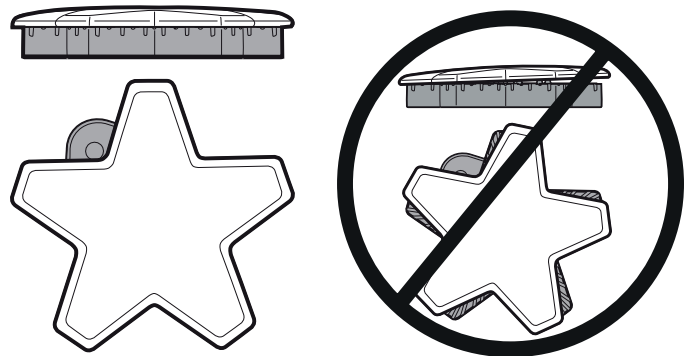

Figura 13: Tapa de quemador colocado correctamente
- Compruebe cada quemador para asegurarse de que no hay espacio entre la tapa y la base del quemador. Vea *Figura 13* para ejemplos de tapa de quemador instalada correctamente e incorrectamente.
- Puede intentar mover con cuidado las tapas de los quemadores lateralmente para asegurarse de que estén colocadas correctamente en su base. Cuando es el caso, las tapas están rectas en la base y cubren completamente la base del quemador en forma de estrella al mirarla desde arriba, como se muestra en la *Figura 13*.